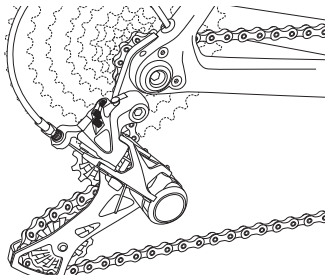

Abb.3
- Positionieren Sie das Schaltwerk auf dem kleinsten Ritzel (**Abb. 3**).